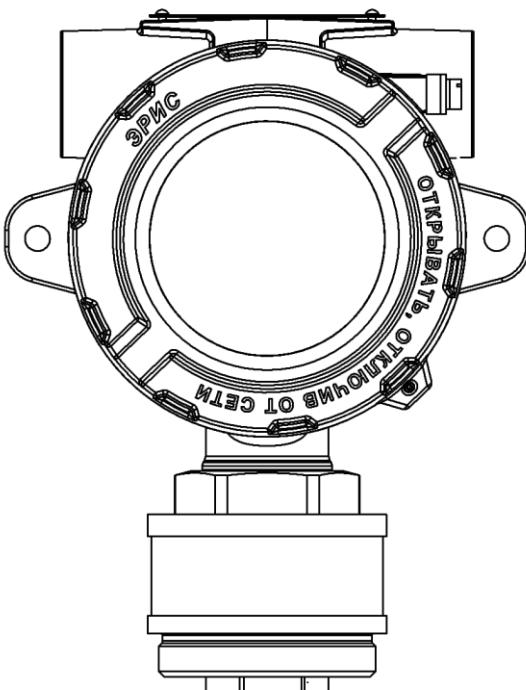

Рисунок 13 – Газоанализатор без влагозащитной насадки
- Снять влагозащитную насадку с газоанализатора (рис. 13);